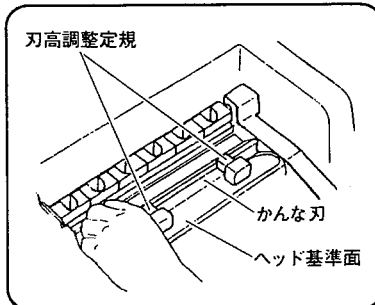

図 32
(4) 付属の刃高調整定規でかな刃を押し入れ、ヘッドの基準面に刃高調整定規 2 個を取付けます。(図 32)